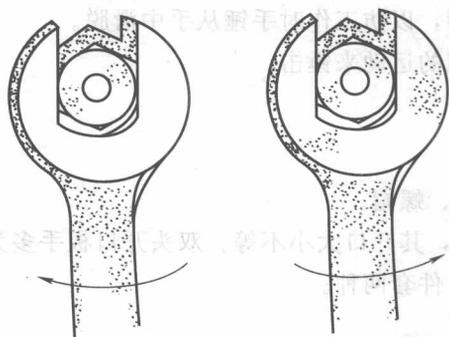

图 1-15 开口扳手拉动方法
③ 使用任何扳手时，要想得到最大的扭力，拉力的方向一定要和扳手成直角。
④ 在使用扳手时，最好的效果是拉动。倘若必须推动时，也只能用手掌来推，并且手指要伸开，以防螺帽或螺栓突然松动碰伤手指，如图 1-15 所示。
⑤ 任何扳手使用都应以拉力为主，必须推动时，也只能用手掌推，以防滑脱伤人和损坏工具。